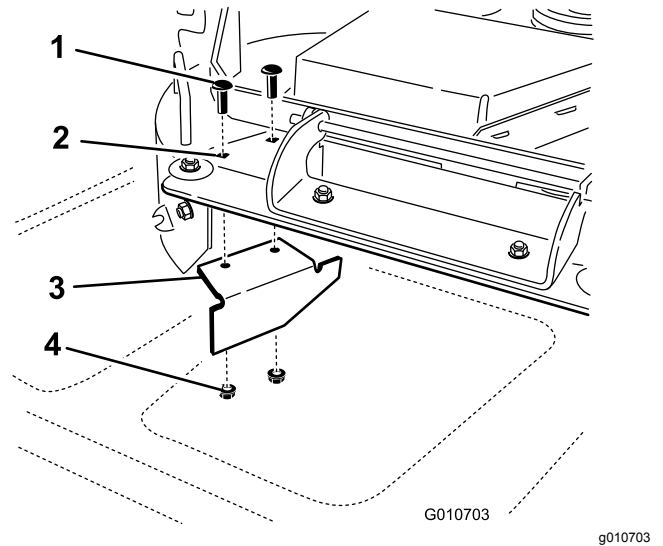

Bild 35
15. Suchen Sie das Versatzablenkblech in den losen Teilen und entfernen Sie die Befestigungen in den hinteren Löchern der Auswurfplatte. Befestigen Sie das Ablenkblech in der Seitenauswurföffnung am Mähwerk (**Bild 35**).